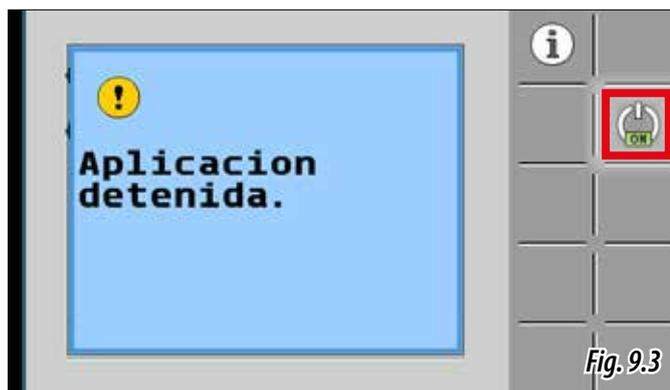

Fig. 9.3
- 1- Con la aplicación detenida (APP OFF), desplegar el chasis y los cabezales distribuidores (Fig. 9.3) hasta que los equipos de siembra toquen suelo.